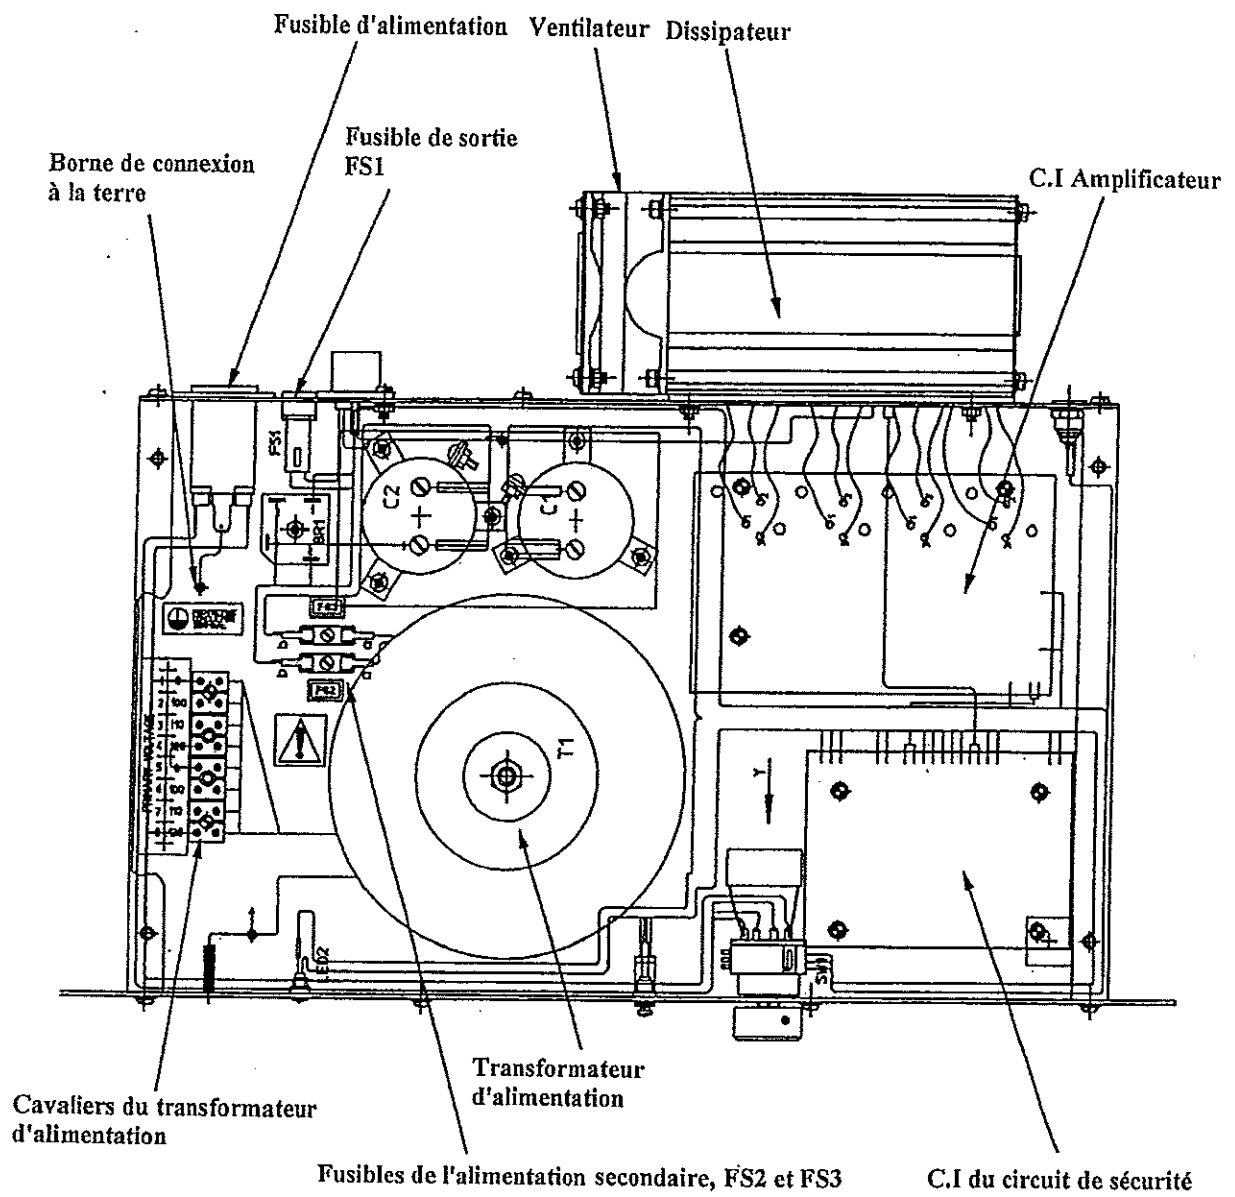

Figure 3.3 Disposition intérieure
4.4 Calibre des fusibles d'entrée (voir figure 3.3)